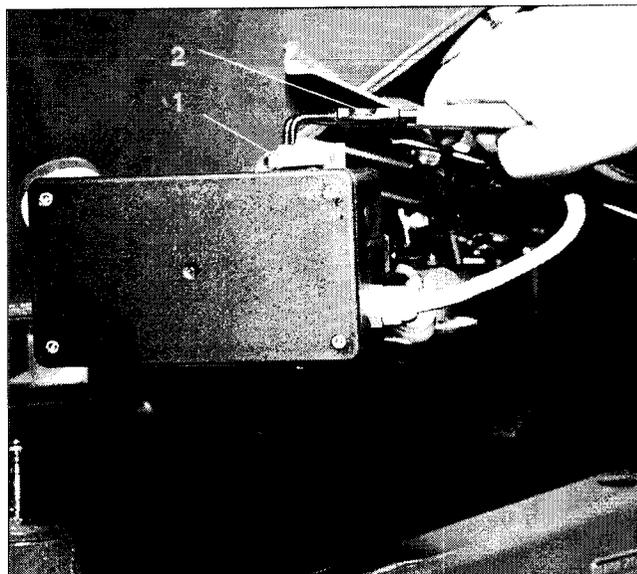

Fig. 36
- Die beiden Sicherungsclips (Fig. 36/1) mit Sicherungszange (Fig. 36/2) entfernen.